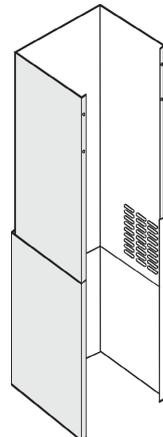

fig.17
4. Positionnez les cheminées assemblées sur la hotte. Celles-ci doivent être installées de telle sorte à ce que les grilles d'aération situées sur la cheminée supérieure se placent en position basse (fig. 17).